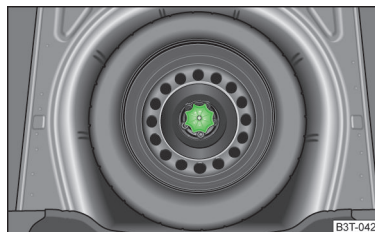

Fig. 123
Roata de rezervă resp. de urgență este situată într-un locaș aflat sub podeaua portbagajului și este fixată cu o piuliță specială » fig. 123.
- Deșurubați piulița » fig. 123 rotind în sens antiorar.
- Înșurubați piulița » fig. 123, rotind în sens orar, până când roata este bine fixată.